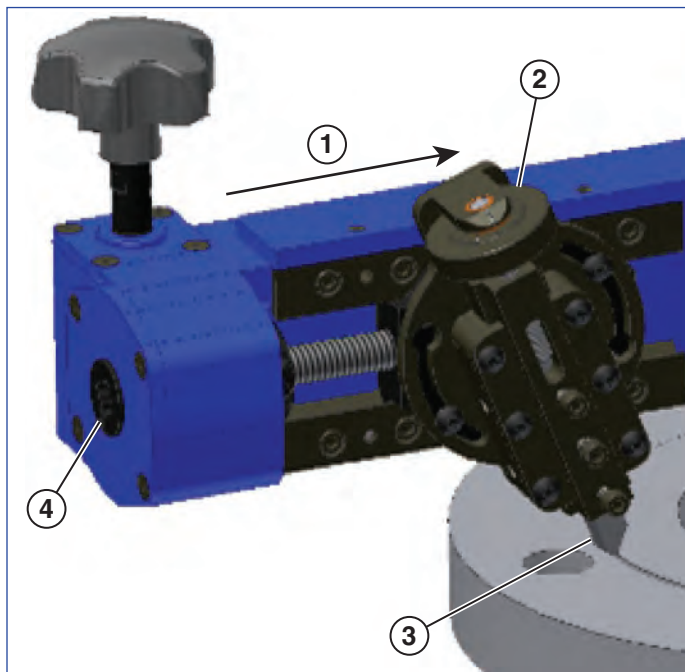

Figura 12
3. Insira uma chave de catraca no final do parafuso de alimentação. Use o botão de ajuste de profundidade e a chave de catraca para posicionar a ferramenta de corte ligeiramente acima da peça de trabalho (ver Figura 12).